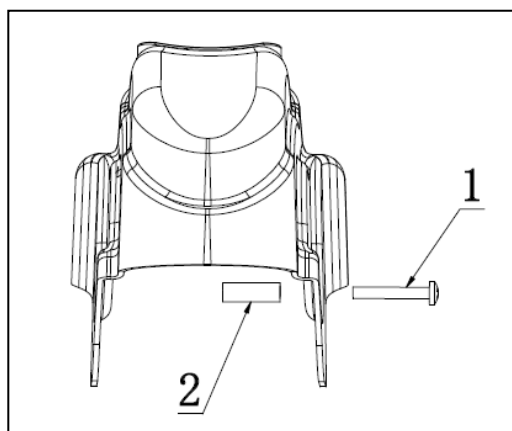
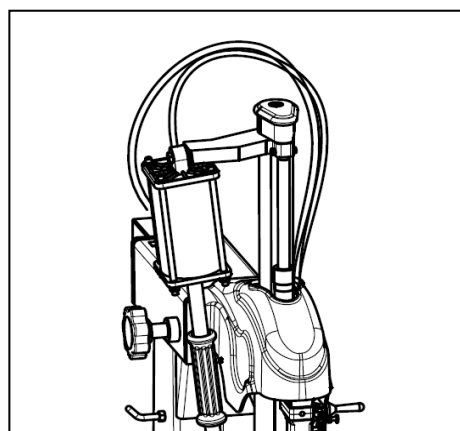

図 19
図 20
- 保護カバー（図 18-1）を図 19 のように、両側から M6x40 ネジ 2 本（図 19-1）を使用し角形のバーに固定します。取り付け時には、カバーの損傷を防ぐように、図 20 の通り保護カバーの内側にワッシャー（図 19-2）を追加します。